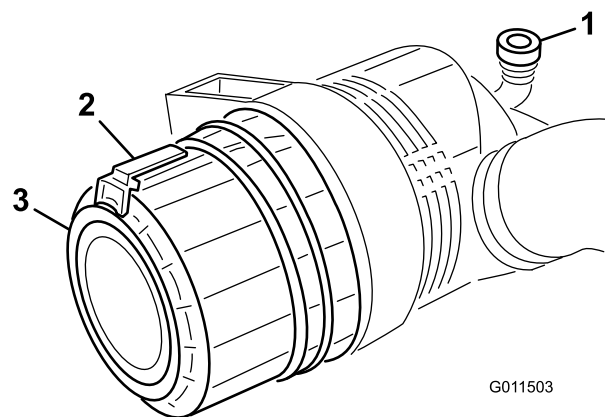

Figura 54
2. Tirate il fermo verso l'esterno e ruotate il coperchio del filtro in senso antiorario (Figura 54).